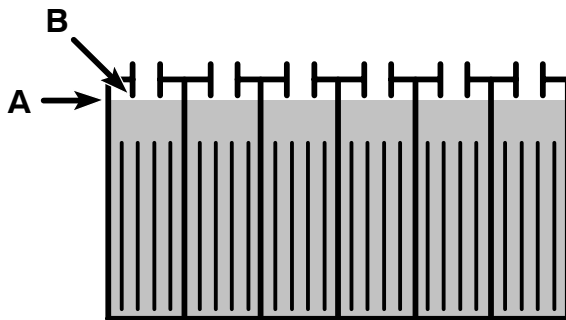

FIG. 24
- Après le chargement, vérifiez à nouveau le niveau d'électrolyte (A). Le niveau doit se trouver environ à 1 cm (3/8") du bord inférieur de l'orifice de remplissage (B) (Figure 24). Ajoutez de l'eau distillée si nécessaire. **NE REMPLISSEZ PAS TROP.**